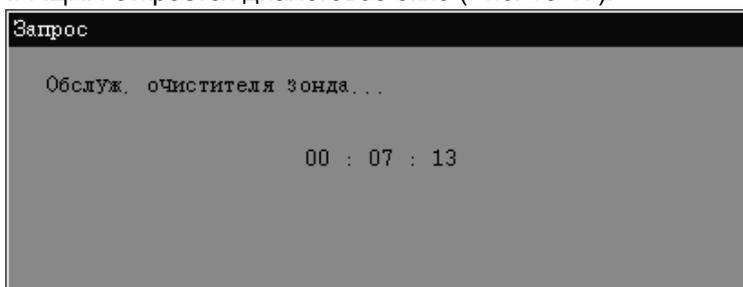

Рис. 10-17 Диалоговое окно
3. Следуйте инструкциям, приведенным в этом диалоговом окне. После нажатия клавиши АСПИРАЦИЯ откроется диалоговое окно (Рис. 10-17).